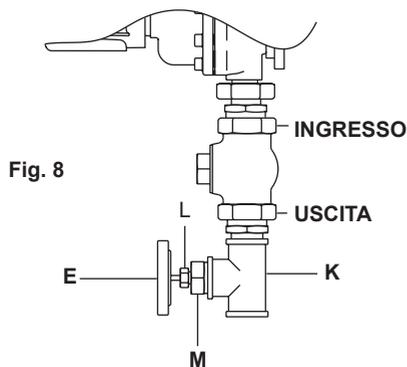

Fig. 8
La valvola TCO1 deve essere installata solo nelle stazioni di miscelazione da 1/2" o da 3/4" con l'estremità con la dicitura "INLET" collegata alla valvola miscelatrice e l'estremità con la dicitura "OUTLET" al particolare a "T" (K), come mostrato nella fig. 8. (Queste diciture sono stampigliate sull'esagono di connessione). La valvola TCO1 è un dispositivo di sicurezza; se è installata nel senso errato non sarà in condizioni di funzionare.
Per collegare il termometro (E) (vedere la fig. 8), avvitare la bussola di riduzione (M) nella parte superiore del particolare a "T" (K); inserire il termometro (E) nel pozzetto (L) e fissarlo con la vite a grano; serrare il pozzetto (L) nella bussola di riduzione (M). Si dovrà poi collegare il tubo flessibile all'uscita del particolare a "T" (K) tramite il giunto sulla tubazione flessibile. La tubazione potrà poi essere avvolta sul telaio di supporto (se è presente). Usando un rullo autoavvolgente, la tubazione sarà già avvolta sul rullo ed unita al particolare a "T" (K) del termometro tramite il giunto sulla tubazione di collegamento lunga 2 m (6,5 ft) fornita con il rullo autoavvolgente.